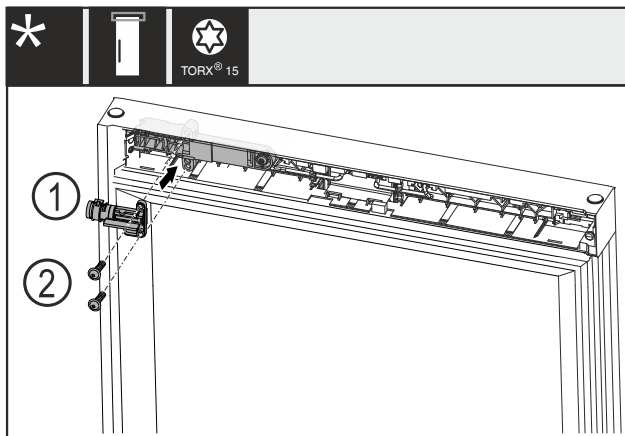

Fig. 23
- Mechanisch slot Fig. 23 (1) 180° draaien en op de tegenoverliggende zijde monteren.
- Mechanisch slot Fig. 23 (1) met schroeven Fig. 23 (2) bevestigen.